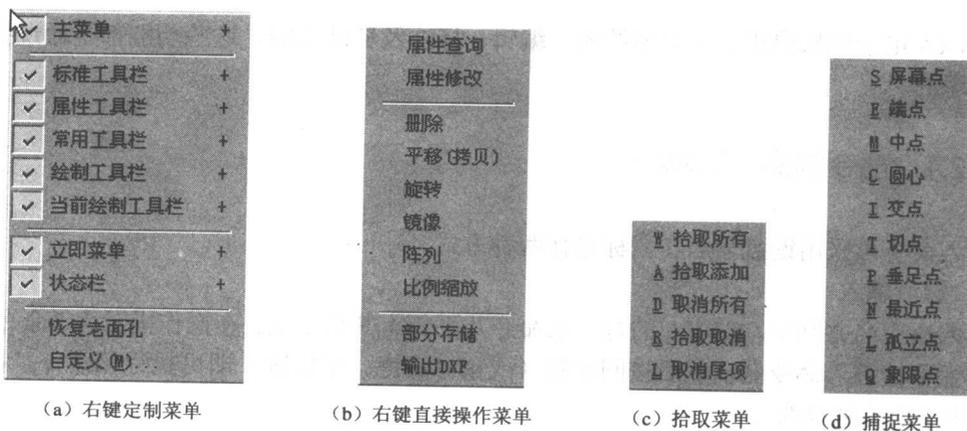

图 2.3 弹出菜单
(1) 当光标位于任意一个菜单或工具栏区域（光标为空心箭头）时，单击鼠标右键，弹出控制用户界面中菜单和工具栏的显示与隐藏的“右键定制菜单”单击菜单中选项前面的复选框可以在显示和隐藏工具栏之间切换，如图 2.3 (a) 所示。
(2) 在命令状态下拾取元素后按鼠标右键（或回车）弹出面向实体的菜单，根据拾取对
象的不同，此右键菜单的内容会略有不同，如图 2.3 (b) 所示。
(3) 在拾取状态下按空格键弹出“拾取菜单”，如图 2.3 (c) 所示。
(4) 在输入点状态下按空格键弹出“捕捉菜单”，如图 2.3 (d) 所示。